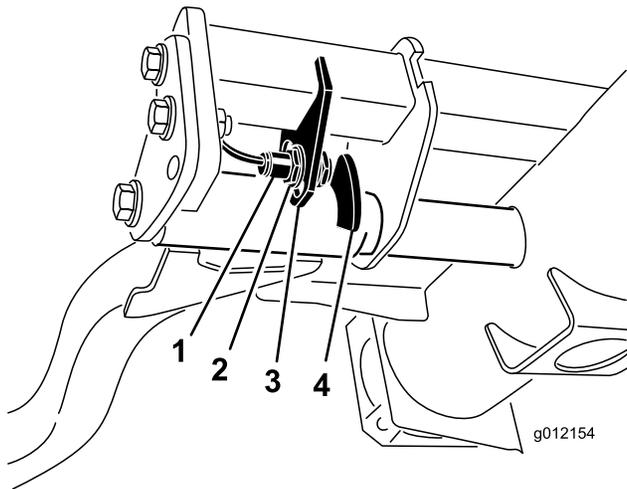

Bild 44
2. Der Hubarmschalter befindet sich unter dem Hydraulikbehälter hinter dem rechten vorderen Hubarm (Bild 44).
3. Lösen Sie die Befestigungsschrauben des Schalters (Bild 44) und schieben Sie den Schalter nach unten, um die Wendehöhe des Hubarms zu erhöhen, oder schieben Sie den Schalter nach oben, um die Wendehöhe des Hubarms zu verringern. Ziehen Sie die Befestigungsschrauben fest.